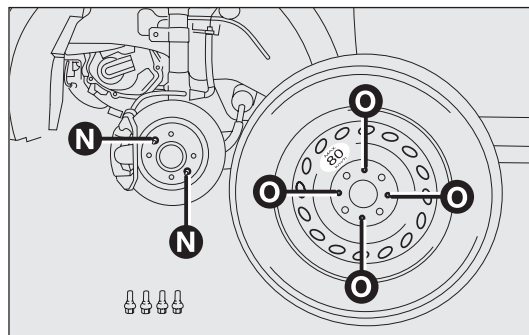

fig. 126
- ❑ montare il ruotino di scorta facendo coincidere il perno N-fig. 126 con uno dei fori O presenti sulla ruota;